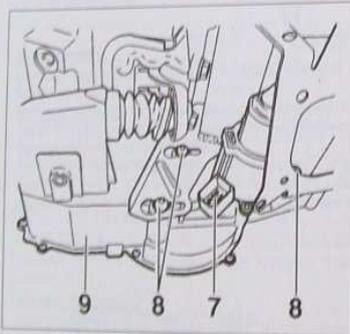

FIG.8
- la batterie (2).
- le conduit d'air et le résonateur (6).
- Contrôler que la tige de poussée (1) de
- Débrancher le connecteur (7) de l'actionneur (9) (Fig.8).